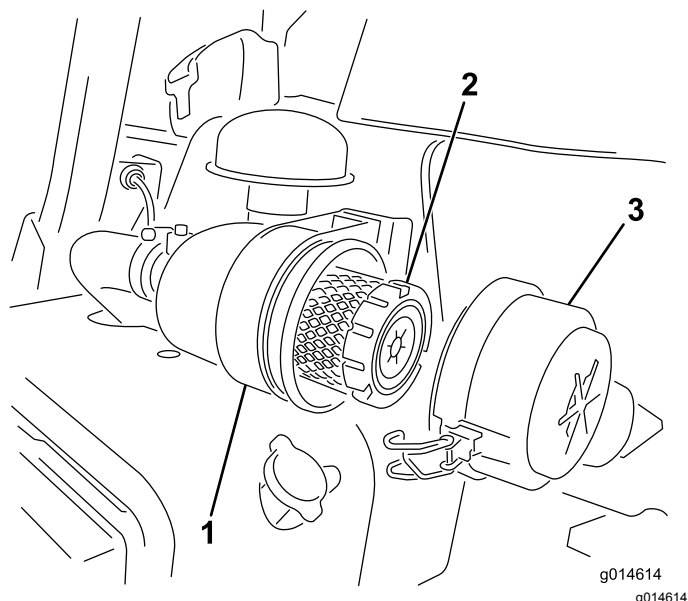

Рисунок 26
1. Отпустите защелки, фиксирующие крышку воздухоочистителя на его корпусе (Рисунок 26).
- Зафиксируйте защёлки (Рисунок 26).